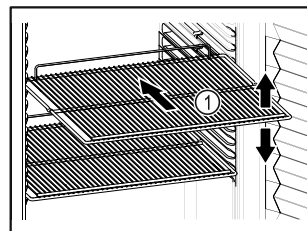

Fig. 47 Примерное изображение
- ❑ Если имеются решетчатые полки Fig. 47 (1), отрегулируйте высоту их установки.